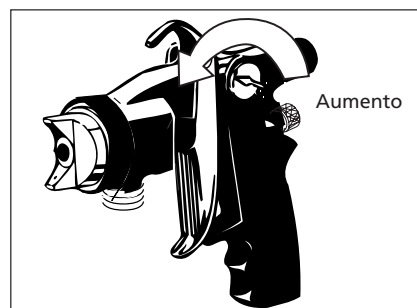

Figura 14 - Ajuste de padrão fino
- Para ajuste de padrões finos, gire o botão de controle de fluxo de ar no sentido horário para diminuir e no sentido anti-horário para aumentar o fluxo de ar (veja a Figura 14).